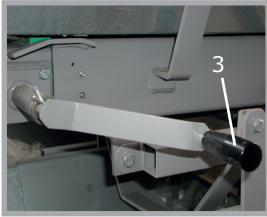

Abb. 5
- Durch das Betätigen der Handkurbel 1 (3) der Zahnstangenführung (Abb. 5), wird der erste Förderbandabschnitt ausgefahren.